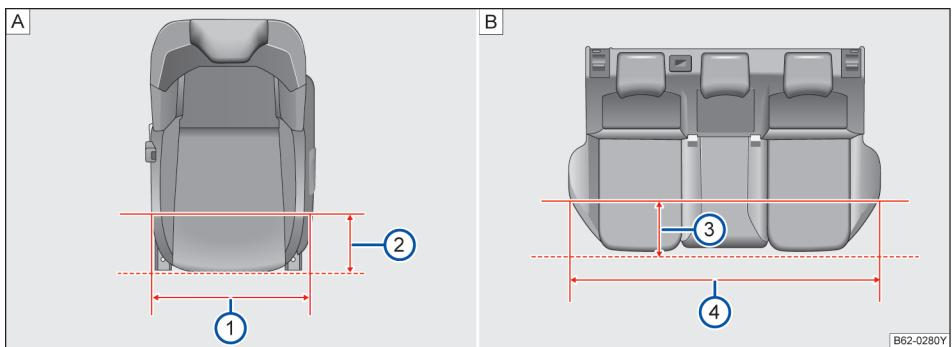

图 64 座椅座宽
如图→图 64 [A] 在距离前排座椅边缘 200mm 时→图 64 [A] ②, 前排座椅座垫宽度为 494.6mm→图 64 [A] ①。
如图→图 64 [B] 在距离后排座椅边缘 200mm 时→图 64 [B] ③, 后排座椅座垫宽度为 1241.3mm→图 64 [B] ④。